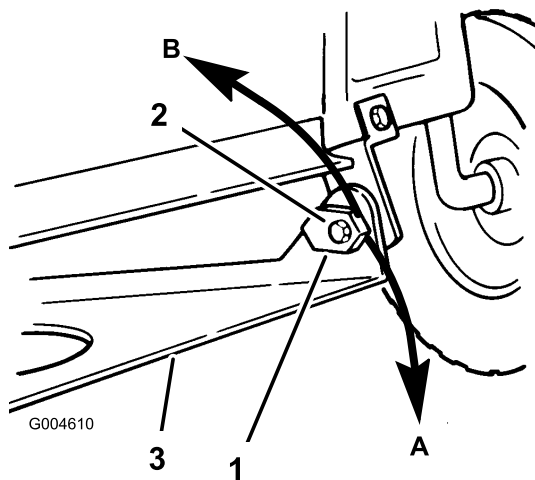

Bild 48
15. Stellen Sie die Neigung in Längsrichtung durch Drehen der Spezialeinstellmutter für die Neigung an beiden Seiten der Mähwerkbefestigungshalterung ein (Bild 48).
16. Drehen Sie die Einstellungsmutter für die linke Seite langsam runter, um die Vorderseite des Mähwerks anzuheben. Drehen Sie Mutter hoch, um die Vorderseite des Mähwerks abzusenken (Bild 48). Drehen Sie die Einstellungsmutter für die Neigung soweit, bis die Vorderseite des Mähwerks 6 bis 16 mm tiefer steht als die Rückseite.